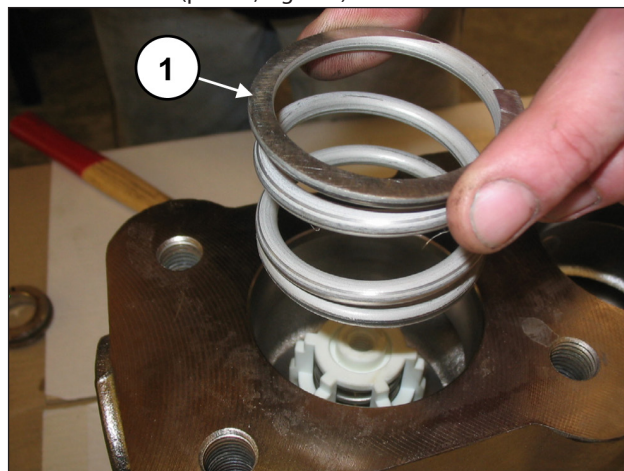

Fig. 109
Extraer el muelle (pos. ①, Fig. 109).